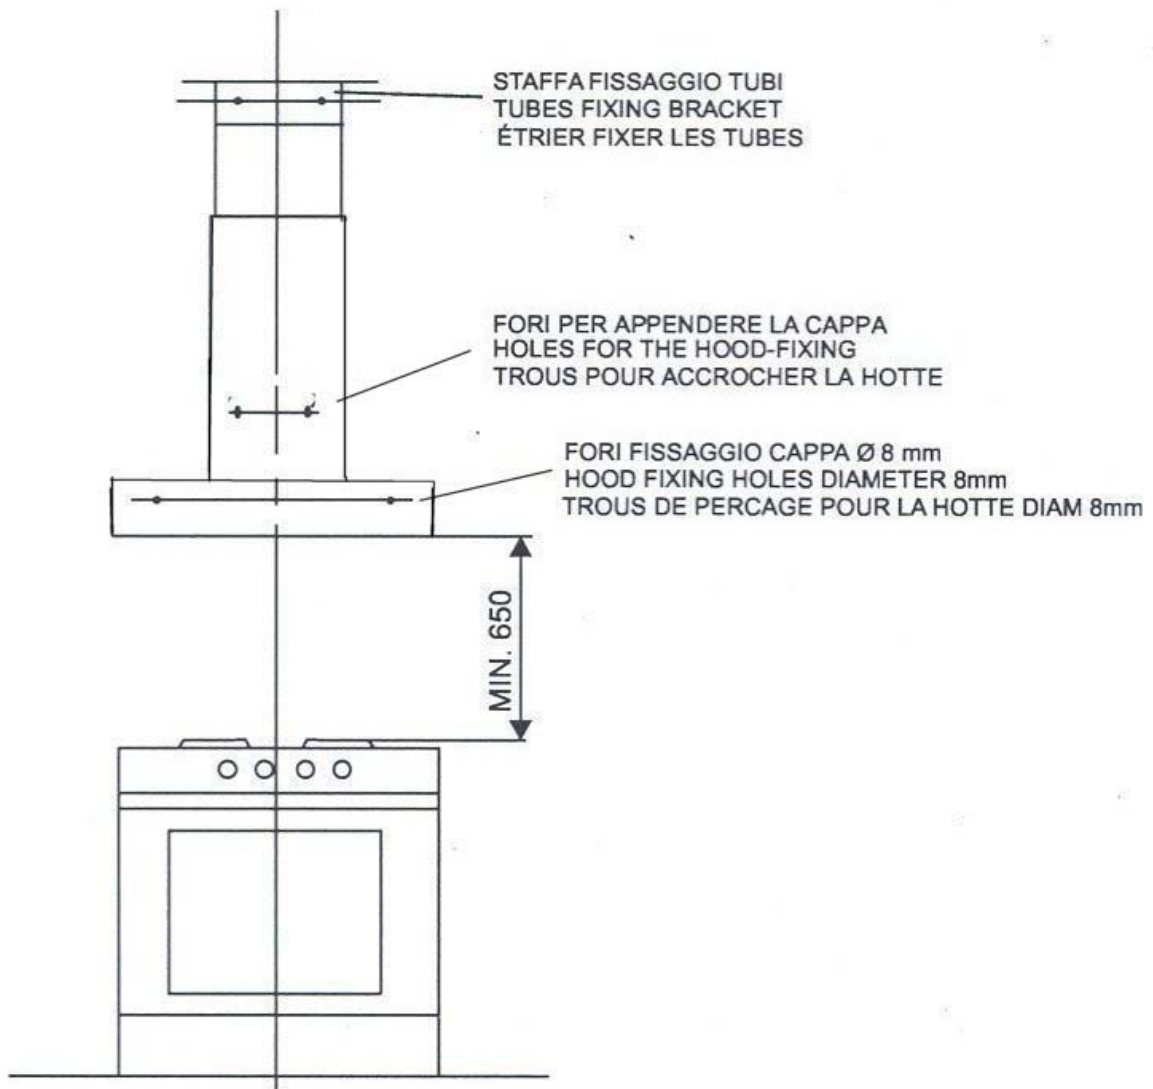

Fig.2
- 1) Stabilire la distanza tra il piano di cottura e la cappa (fig.2)